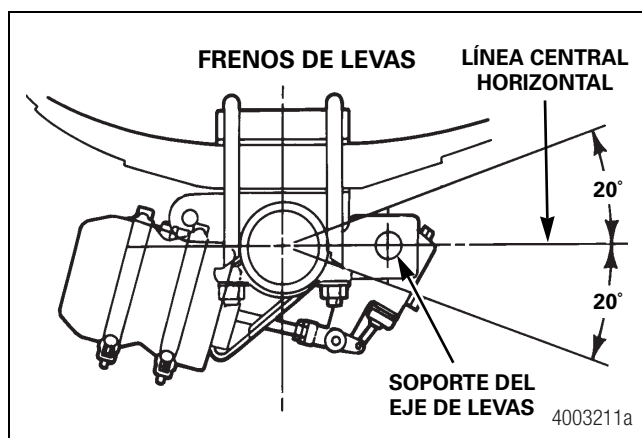

Figura 6.9
- **Frenos de levas:** La línea central del soporte del eje de levas debe estar ubicada dentro de los 20 grados de la línea central horizontal del eje. Figura 6.9.